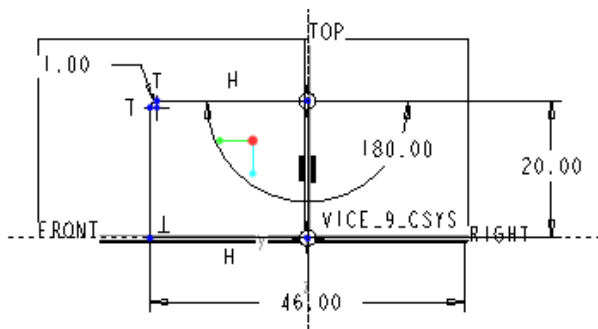
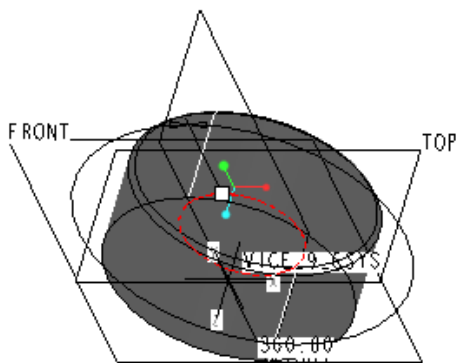
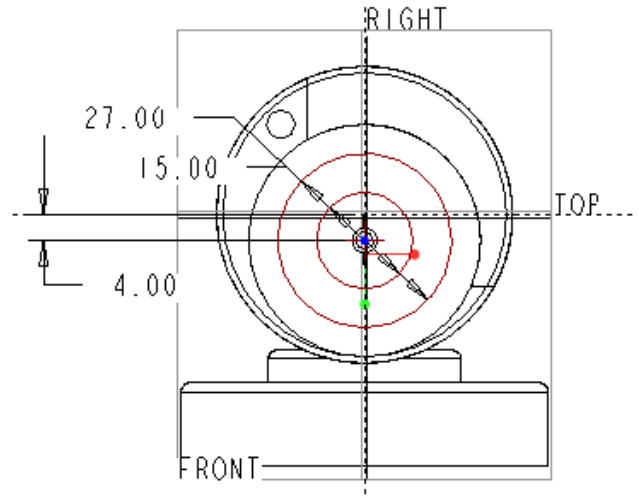
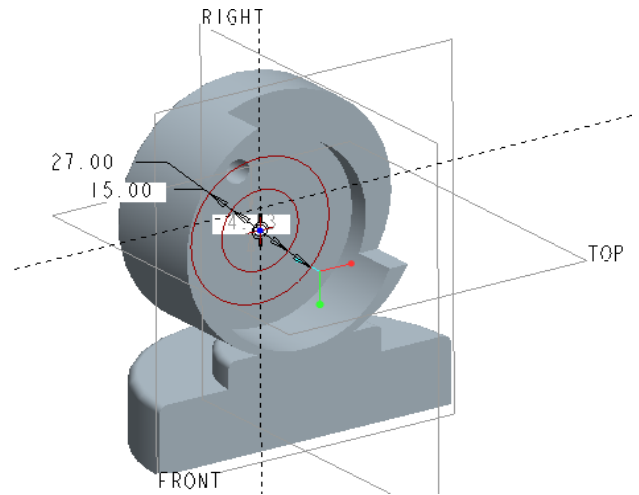

図 6-36 インナーガイド支持部の形状定義
図 6-37 インナーガイド支持部の形成図
図 6-53 円溝部の定義
図 6-54 図 6-53 の立体表示
- ・図 6-36 のように垂直方向に中心線を定義し、次に「直線ツール」を使用して左半分の垂直線と水平線をスケッチする。
- ・「回転ツール」を選択してインナーガイド支持部の円柱体を形成する（図 6-37）。
- スケッチ平面として円溝のくり抜く面を選択し、次に「円ツール」 を用いて図 6-53, 図 6-54 に示すように、円状溝部に対応する直径 15mm と 27mm の円をスケッチする。ただし、これら 2 つの円の中心は、図 6-53 に示されるようにいずれも図 6-36(図 6-37) で定義した円の中心から、4mm 下に定義されていることに留意されたい。